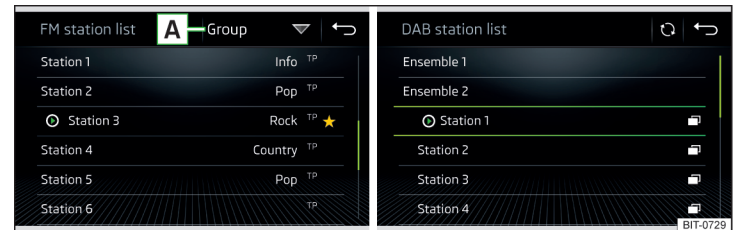

Abb. 195 Beispiel der Liste verfügbarer FM/DAB-Sender
- ▶ Zur **Sortierung** (FM) der Sender in alphabetischer Reihenfolge, laut Gruppe oder Genre, die Funktionsfläche [A] » Abb. 195 antippen » !
- ▶ Zur **Filterung** der Sender nach dem Programmtyp (bspw. Kultur, Musik, Sport u. Ä.) in der FM-Senderliste (bei eingeschalteter RDS-Funktion) und der DAB-Senderliste (bei gewählter alphabetischer Sortierung der Senderliste) die Funktionsfläche [A] » Abb. 195 antippen. ▶
▶ Zur **manuellen** Aktualisierung die Funktionsfläche » Abb. 195 antippen.